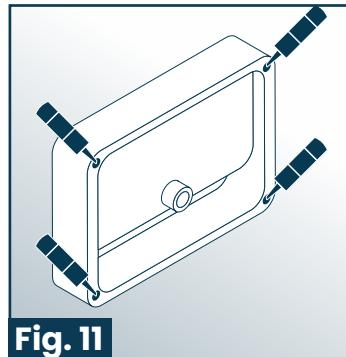

Fig. 11
7. Retire el fregadero y agregue un poco de silicona en la parte inferior de cada esquina del fregadero y colóquelo en su posición sobre el corte. Retire cualquier exceso de sellador de alrededor de la base del fregadero para un acabado limpio. (Fig. 11)
7. Retirez l'évier et ajoutez une noisette de silicone sous chaque coin de l'évier et placez-le en position sur la découpe. Retirez tout excès de mastic autour de la base de l'évier pour une finition propre. (Fig. 11)